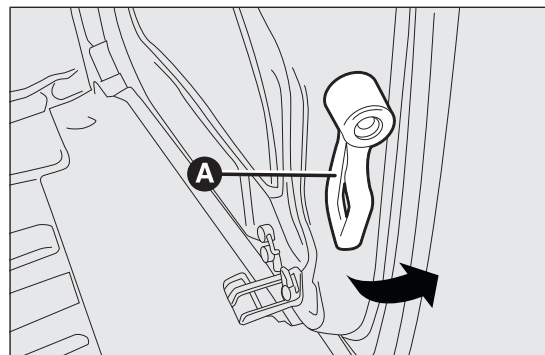

fig. 68
Después de haber abierto la primera hoja, tirar de la manilla A fig. 68 interviniendo en el sentido indicado por la flecha.
**ADVERTENCIA** Utilizar la manilla A fig. 68 únicamente en el sentido indicado por la figura.